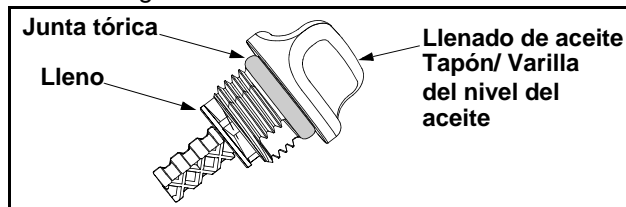

Figura 9
- Si el nivel es bajo, agregue una pequeña cantidad de aceite al orificio de llenado de aceite y vuelva a controlarlo. Repita el procedimiento hasta que el nivel de aceite alcance la parte superior de la varilla del nivel del aceite. Vea Figura 9.